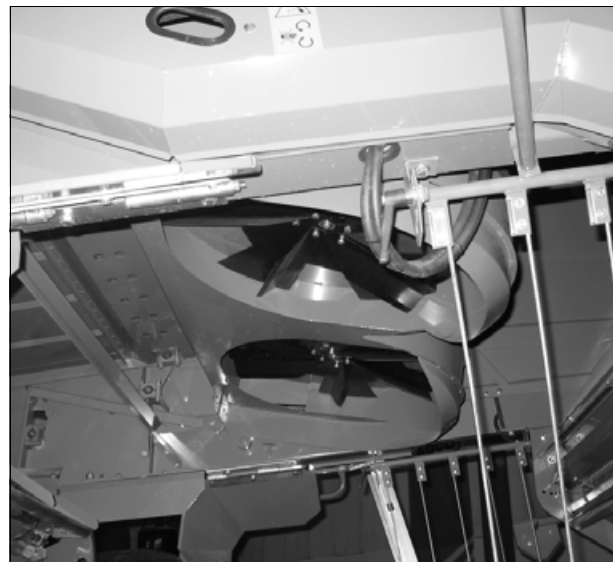

Рис. 6.
(рис. 6)
Для этого повернуть в вертикальное положение два шарнирных фиксатора (1) на правой и левой стороне бункера соломы, как показано на рис. 6, рисунок сверху.
Затем разбрасыватель соломенной сечки поднять вверх в положение для техобслуживания. Затем разбрасыватель соломенной сечки поднять вверх в положение для техобслуживания. Чтобы поднять разбрасыватель соломенной сечки в положение для техобслуживания, используя рычаг (2), следует всегда находиться позади разбрасывателя соломенной сечки, как показано на рис. 6, рисунок снизу.